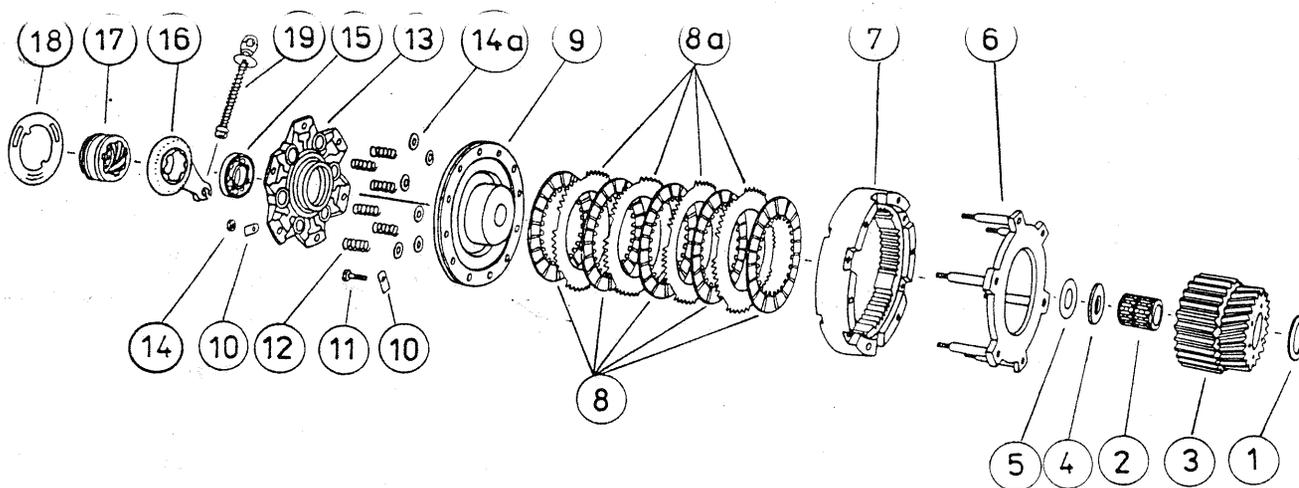

Fig. 216. Représentation en éclaté de l'embrayage
Visser l'arracheur d'embrayage (1) complètement sur le filet d'arrachement de l'embrayage (2). La vis d'avance (3) avec le poussoir dégage l'embrayage du cône de vilebrequin. Retirer l'embrayage du disque récepteur intérieur. Enlever le disque de butée (5) et le heurtequin (4). Enlever le pignon d'attaque avec le disque récepteur intérieur (3) et le roulement à aiguilles (2) ainsi que l'entretoise (1) du vilebrequin (voir fig. 216).
(Représentation en éclaté, fig. 216, à observer)